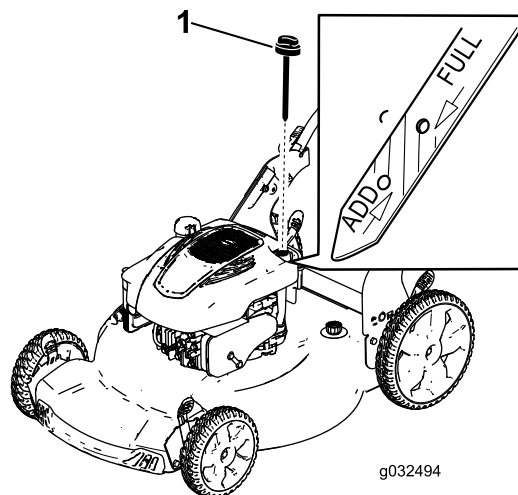

Figure 6
2. Tournez le bouchon dans le sens antihoraire et sortez la jauge (Figure 6).
5. Vérifiez le niveau d'huile indiqué par la jauge (Figure 6).